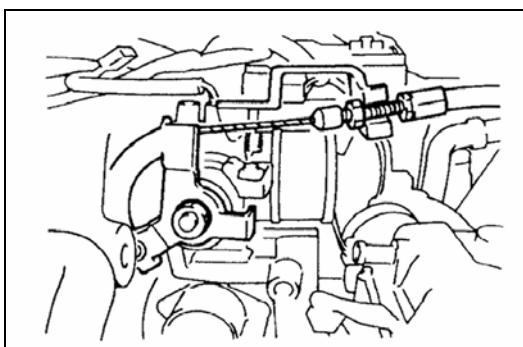

Рис. 4-21.
- 5). Тросик акселератора, Рис. 4-21.